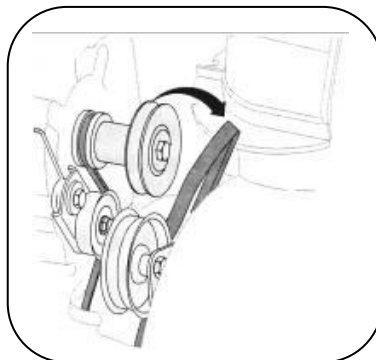

Рисунок 20
3. Снимите ремень шнека со шкива двигателя (рис. 20).